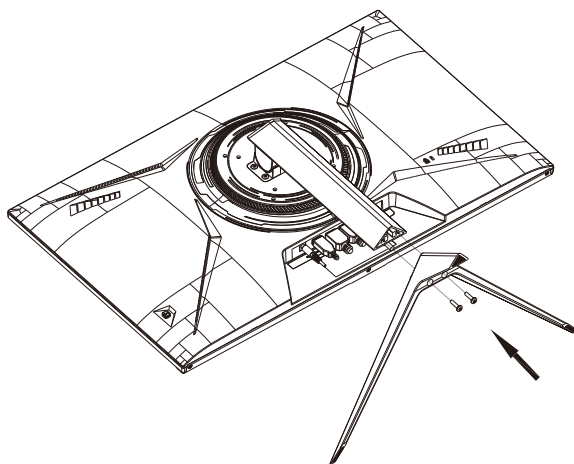

Bild 1
1. Montera stativet med 2 uppsättningar av M4×16 mm skruvar (se bild). (Fig. 1)